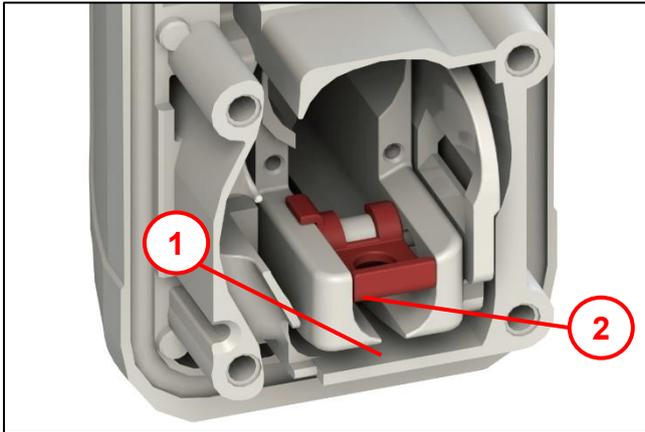

Abb. 40
- Schwenkhebelgriff (1) mit Schrank-/Schachtschlüssel (2) öffnen.
**Beachten:** Bei Einsatz eines Einachsenschwenkhebels Fabrikat EMKA, weiter bei Abb. 40.